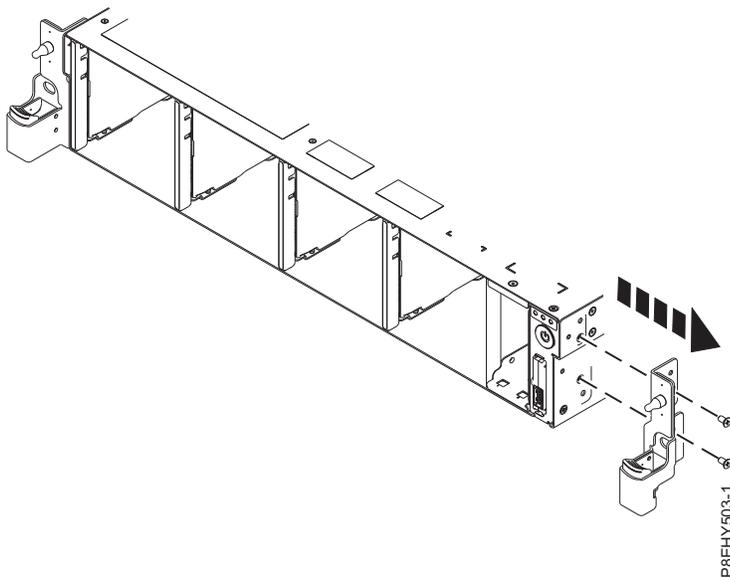

Figura 57. Removendo o suporte de instalação do rack
7. Remova o suporte de instalação do rack da lateral do sistema. Consulte Figura 57.